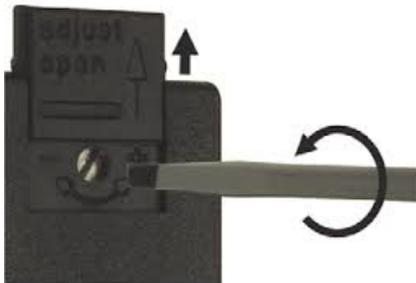

Abb. 4: Schaltpunkt einstellen
2. ► Drehen Sie die Schraube gemäß Abb. 4 entgegen dem Uhrzeigersinn, um den Schaltpunkt zu erhöhen
2. ➔ Drehen Sie die Schraube gemäß Abb. 4 im Uhrzeigersinn, um den Schaltpunkt zu verringern